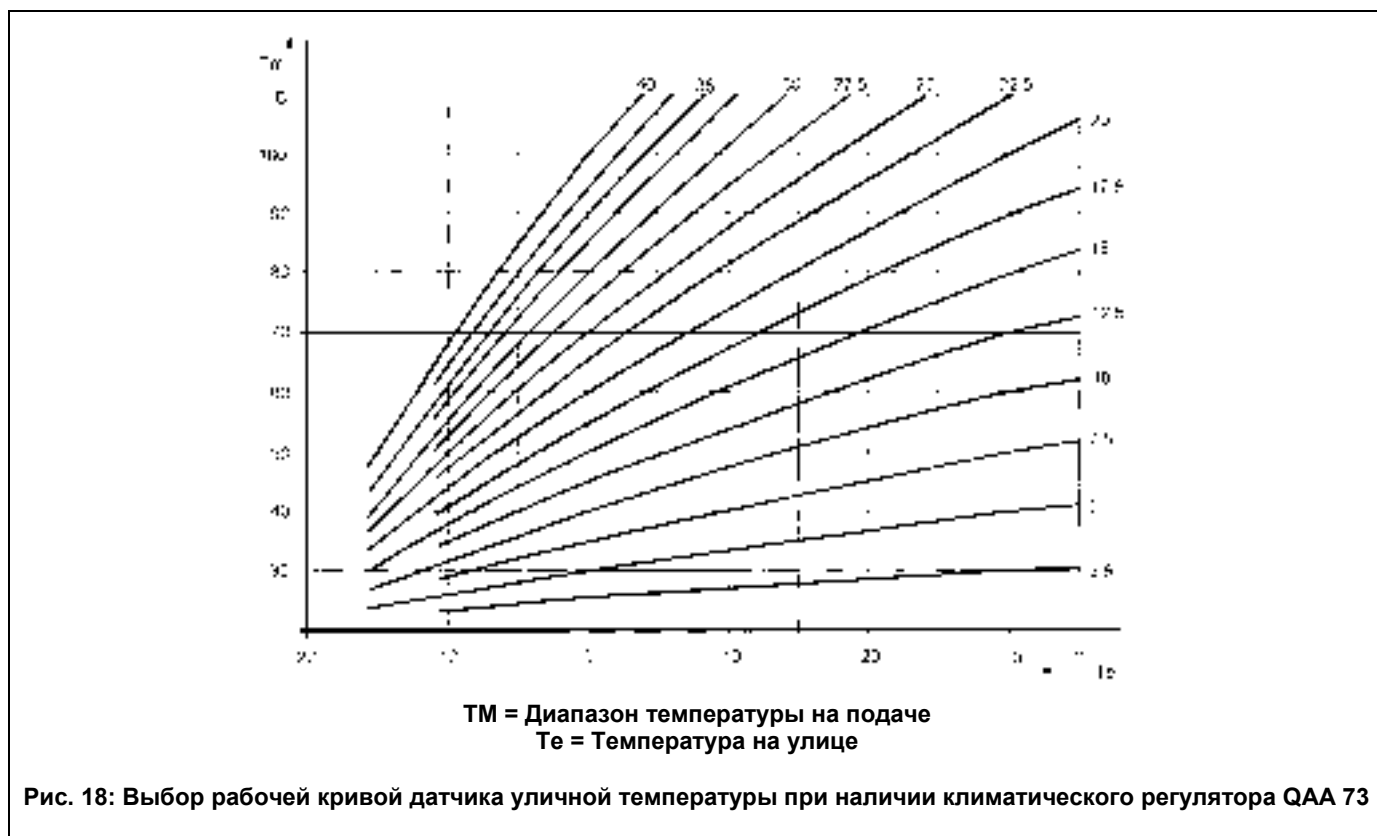

Рис. 18: Выбор рабочей кривой датчика уличной температуры при наличии климатического регулятора QAA 73
- Открутить винт на штуцере 2 (рис. 18) и присоединить к штуцере 2 манометр.
- Проверить динамическое входное давление газа (штуцер 2, рис.18). Номинальные давления: 20 мбар для природного газа, 30 мбар для бутана, 37 мбар для пропана.
- Открутить винт на штуцере 1 (рис. 18) и присоединить к штуцере 1 манометр.
- Проверить давление газа на горелке согласно таблице 3 для соответствующей модели котла и соответствующего типа газа. При необходимости снять крышку модулятора и поворачивать латунное кольцо (позиция 4, рис.18) до достижения давления, указанного в таблице 3 для соответствующей модели котла и соответствующего типа газа.
- Открутить винт на штуцере 1 (рис. 18) и присоединить к штуцеру 1 манометр.